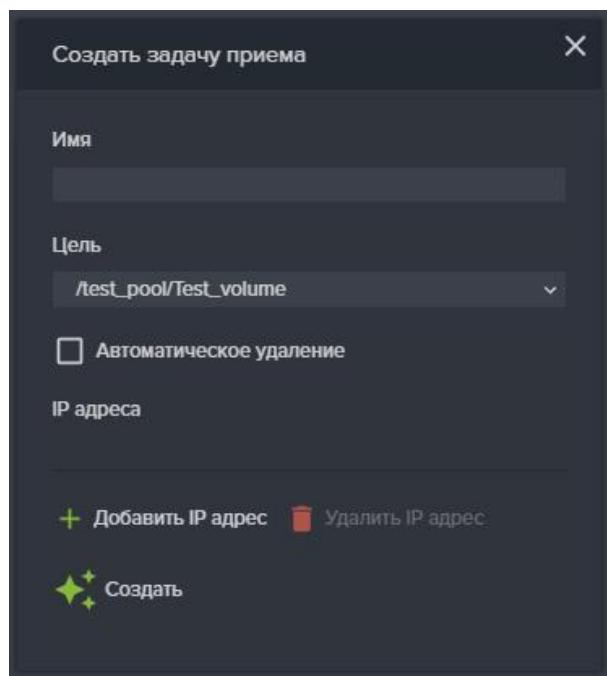

Рисунок 133. Задача приема репликации
2. Нажмите на кнопку «Создать новую задачу» (см. Рисунок 133);